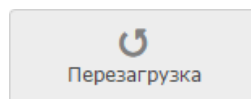

Рисунок 9.72 — Кнопка **Перезагрузка**
2. В списке устройств сети выберите требуемое устройство(а), нажмите на кнопку **Перезагрузка** (рисунок 9.72).